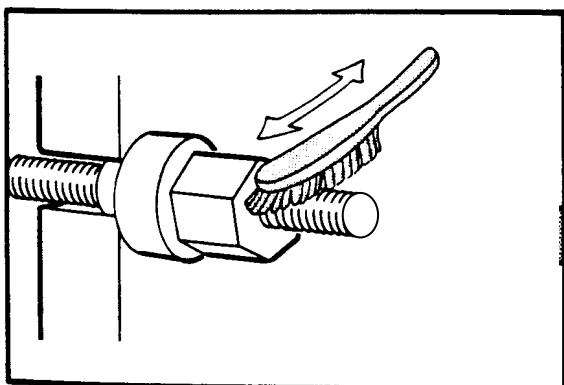
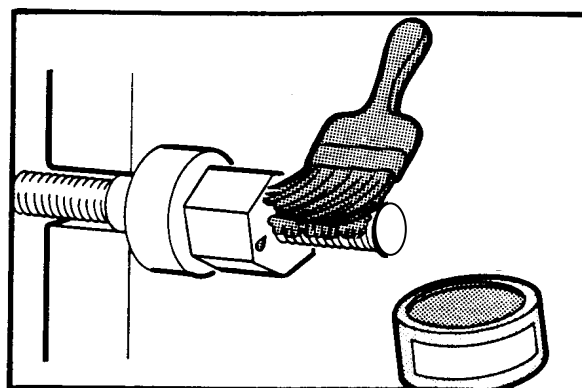

Рис. 17 Очистка стяжных болтов
Рис. 18 Покрытие стяжных болтов смазкой
9.2.3 Очистить металлической щёткой резьбовую часть стяжных болтов (рис. 17). Покрыть резьбу тонким слоем смазки (рис. 18).